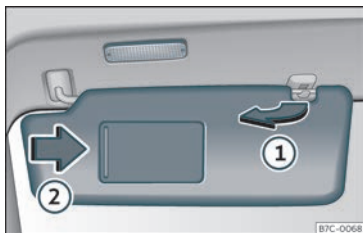

Fig. 96 Para-sol.
- El para-sol es pot extreure de la fixació i girar-lo cap a la porta »» fig. 96 ①